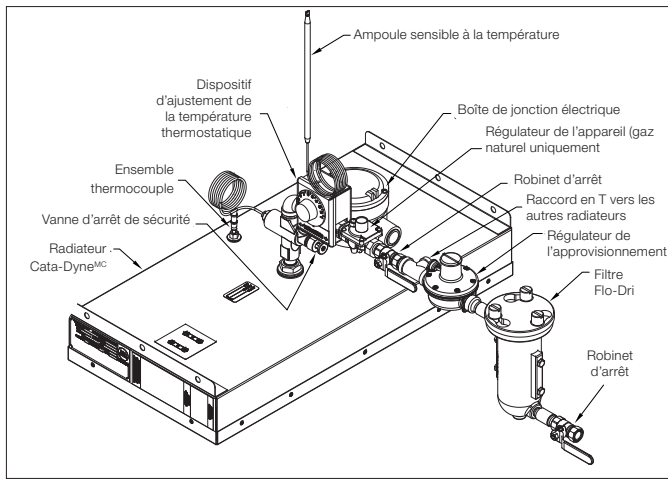
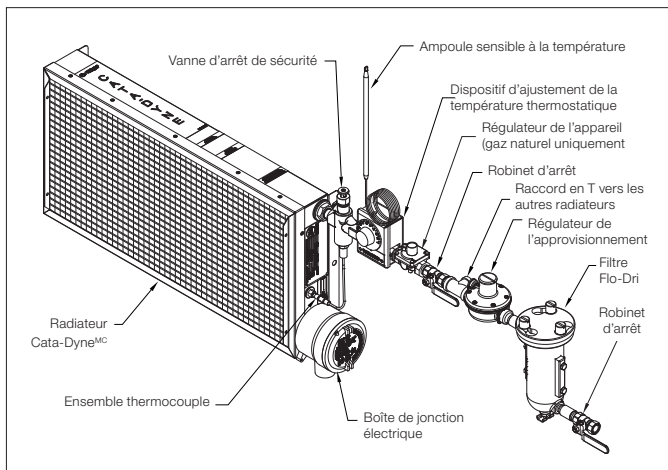

Figure 2 – Installation typique d'un radiateur Cata-DyneMC au gaz naturel
Figure 3 — Installation au gaz naturel typique (modèle MKII uniquement)
6. Pour l'installation, voir la Figure 2, page 18 pour le radiateur Cata-DyneMC typique et la Figure 3, page 18 pour le modèle MKII au gaz naturel.